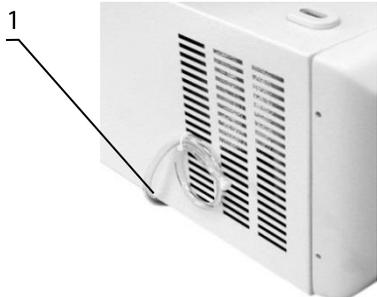

Рисунок 2. LMC-4200R, левая сторона
- Ротор R-2 для планшетов ❻ по заказу
- Ротор R-24GC для гель-карт ❼ по заказу
- Наборы адаптеров BN-13/75, BN-13/100 и BN-16/100 (для R-12/10), AP-96 и AP-384 (для R-2) ❽ по заказу
- Штатив для роторов RR-U ❾ по заказу
- **(LMC-4200R)** Проверьте, что сливной шланг (рис. 2/1) на левой стороне прибора закупорен. Это предотвратит повышение температуры в камере.